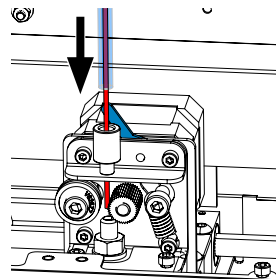

Abb. 26
- ⇒ Schieben Sie das Filament durch die obere Öffnung des Extruders bis sich das Filament zwischen den beiden Führungsrädern befindet (Abb. 26).